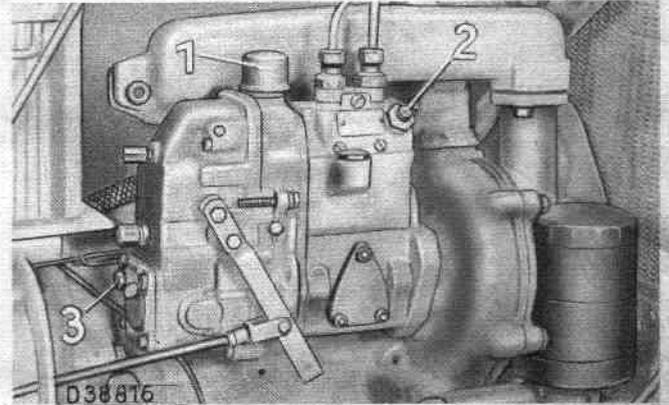

Fig. 156 - Pompe d'injection
4. Desserrer la vis de purge 2 (fig. 156) de la pompe d'injection jusqu'à ce que le combustible s'écoule sans bulles d'air. Revisser.